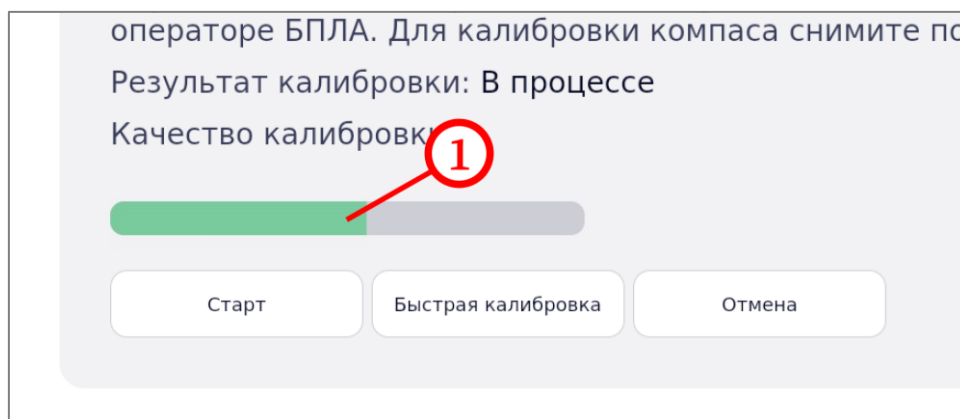

Рисунок 44 – Процесс выполнения калибровки
3. Интенсивно вращать БПЛА вокруг своей оси поочередно в горизонтальной и вертикальной плоскостях до тех пор, пока полоса загрузки (рисунок 44, шаг 1) не заполнится полностью.